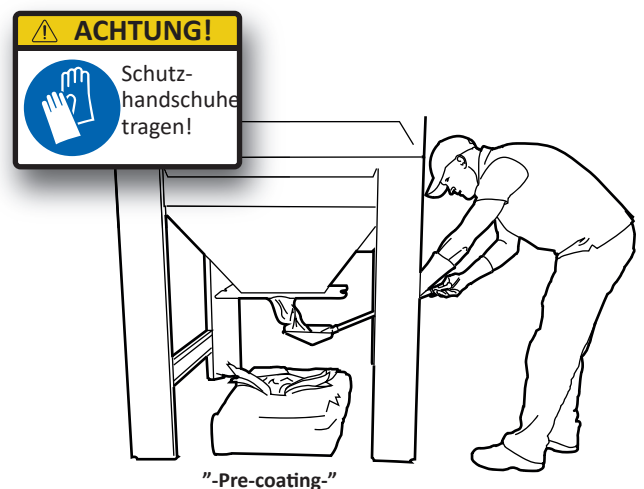

Abb. 13
2. Das Gebläse mit höchster Drehzahl laufen lassen und das "Pre-coating"-Pulver komplett aufsaugen. Das Pulver in gleichmäßigem Strom dosieren, so dass sich in etwa folgende Sauggeschwindigkeit ergibt: 20 sek/1 kg, siehe Abb. 13.